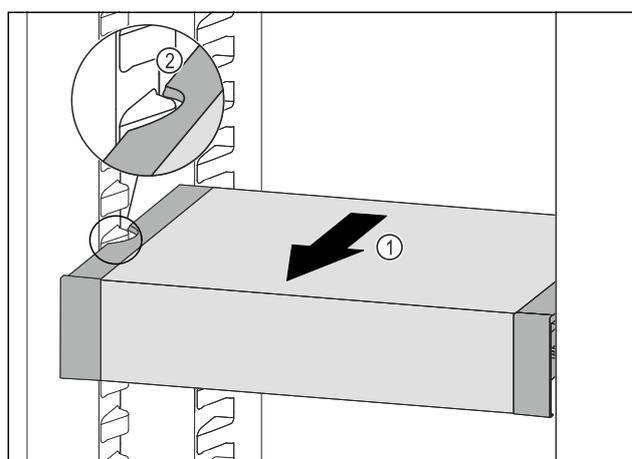

Fig. 136
- ▶ Tirer le VarioSafe vers l'avant Fig. 136 (1) jusqu'à ce que les encoches latérales du VarioSafe se trouvent au niveau de la nervure du bac dans la partie réfrigérateur. Fig. 136 (2)